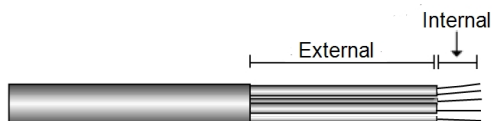

Figura 13: Rimozione dell'isolamento - CA
- Rimuovere 8 mm di isolamento del cavo di messa a terra (vedere la *Figura 13*).